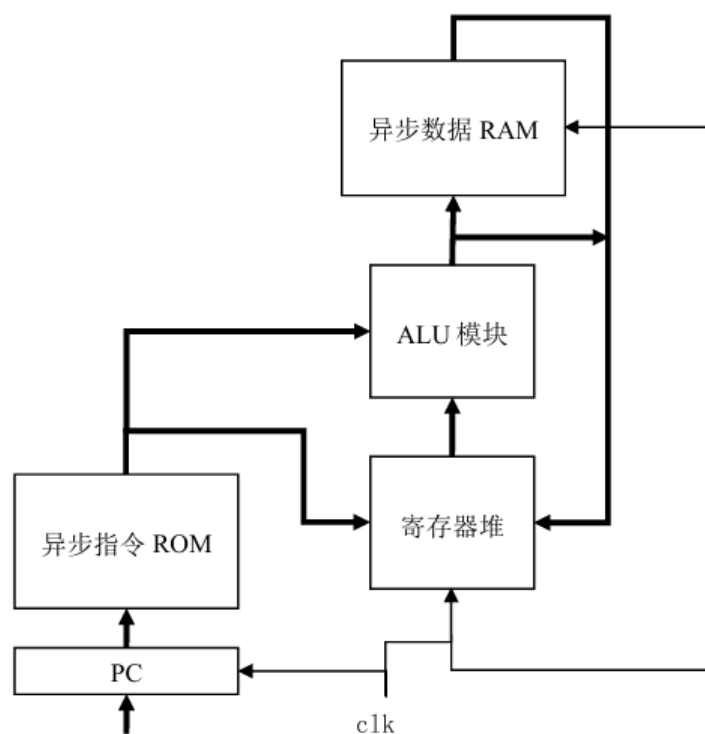

图 7.1 单周期 CPU 的大致框图
2、单周期 CPU 实验，原理图应基于实验指导手册中的图 7.1，在分析表 7.4 中指令执行过程时，可以在图 7.1 基础上辅助画线表示执行过程。